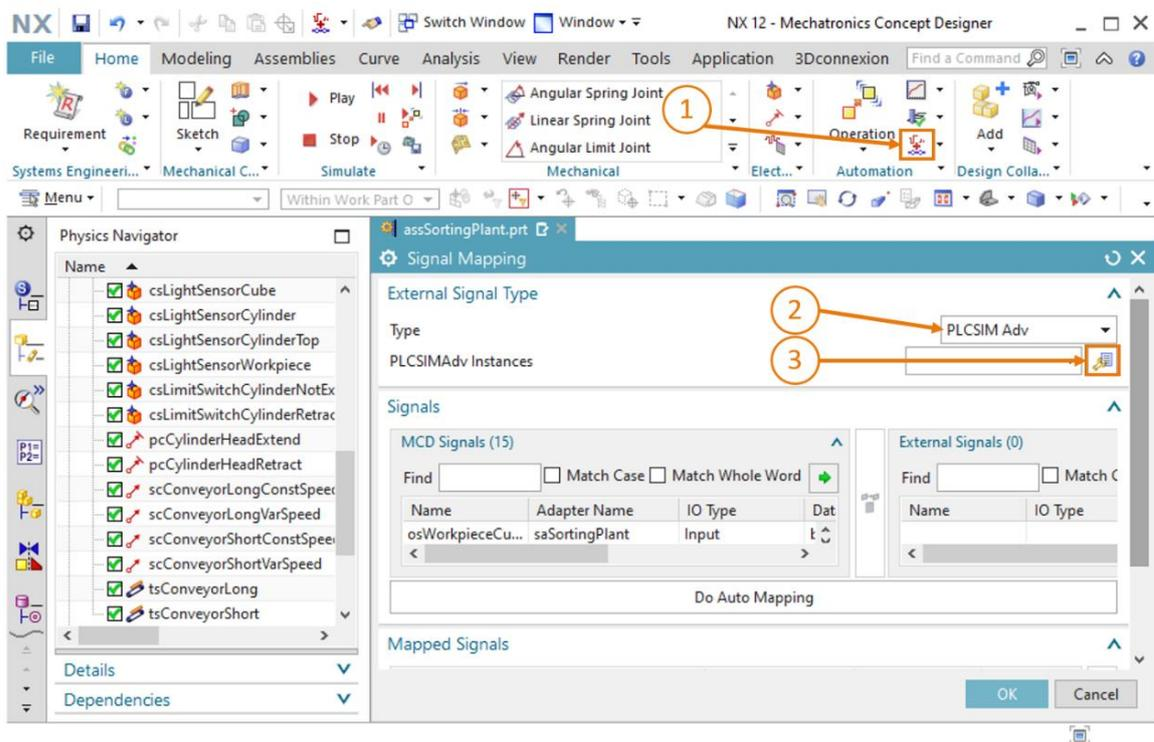

Figura 17: Selezione di una mappatura dei segnali in PLCSIM Advanced
- Selezionare il comando **"Signal Mapping"** (Mappatura dei segnali) nel gruppo di menu **"Automation"** (Automazione) (vedi Figura 17, step 1). Si apre la finestra di comando **"Signal Mapping"** in cui si deve selezionare la sorgente esterna dei segnali. Aprire la scheda **"External Signal Type"** e selezionare come tipo **"PLCSIM Adv"**, perché ci si vuole collegare a PLCSIM Advanced (vedi Figura 17, step 2). In questo momento il modello dinamico non sa ancora con quale istanza di PLCSIM Advanced deve essere stabilito il collegamento. Fare quindi clic sul pulsante **"Settings"** (Impostazioni) in **"PLCSIM Adv Instances"** (Istanze di PLCSIM) (vedi Figura 17, step 3).